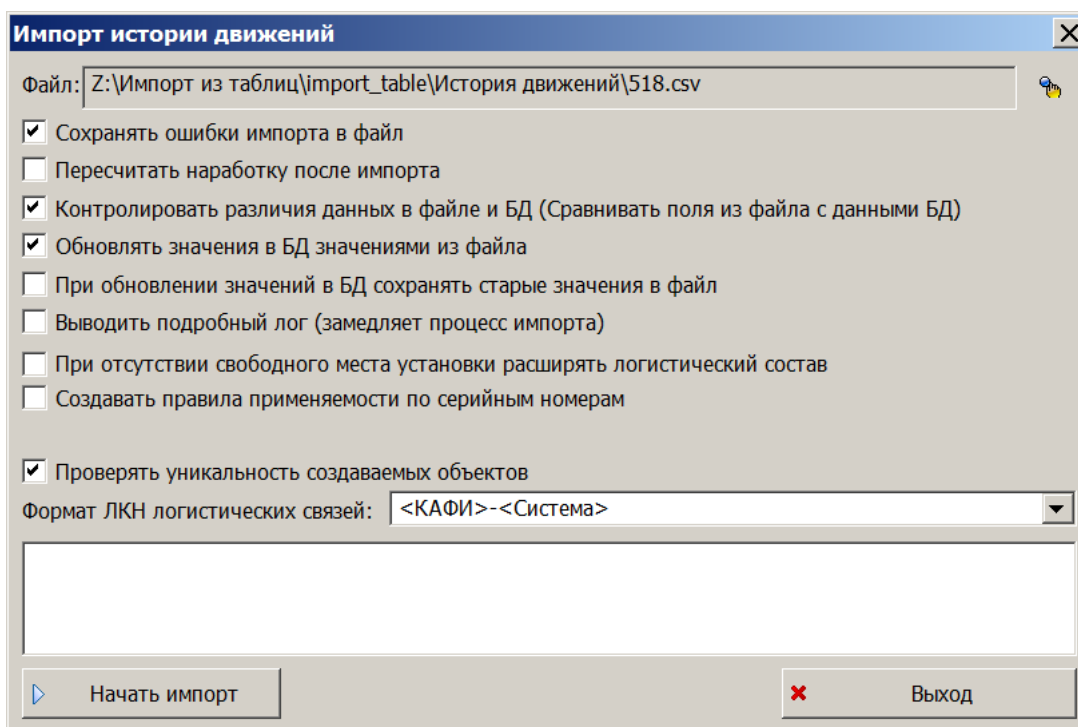

Рис. 14-61 – Диалоговое окно для импорта истории движений
- 4) В диалоговом окне «Импорт истории движений» выбрать файл для импорта (содержащий историю движений ПКИ в ЭСИ и/или в организации), нажав кнопку справа от поля «Файл» (рис. 14-61).